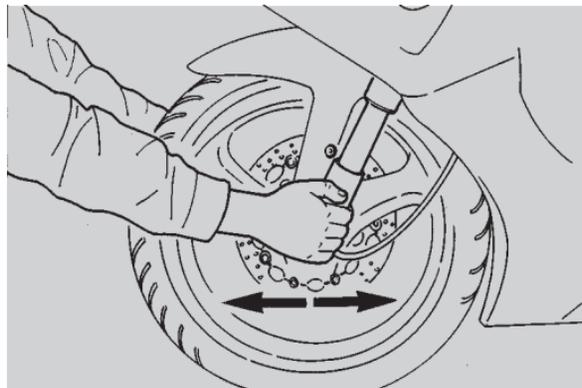

Fig. 42
- scuotere la forcella nel senso di marcia (Fig. 42);